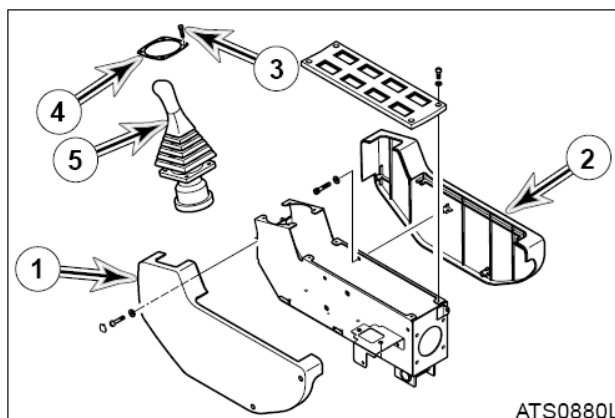

Рис. 38
3. Установить диск и четыре торцевых болта (5, рис. 38), которыми джойстик (5, рис. 4) крепится к кронштейну стойки.
4. Установить левую и правую части кожуха стойки управления (1 и 2, рис. 38).